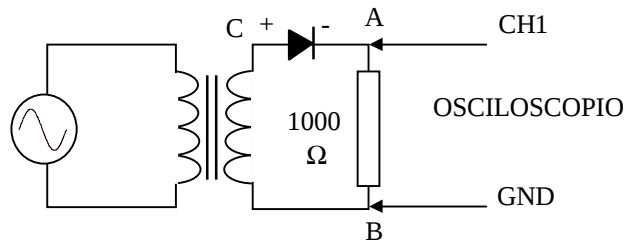

FIGURA 6.2. Rectificación de media onda
3. Arme el circuito de la figura 6.2.